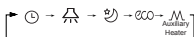

Figura 6.11
- Pulse el botón **[F]** para ir a las funciones disponibles; la pantalla del mando con cable mostrará las opciones siguientes: "☀", "❄", "🌀", "🌬", "🌊", "🌸" (reservada). También puede pulsar los botones **▲** y **▼** para seleccionar la función deseada. (Ver figura 6.11).